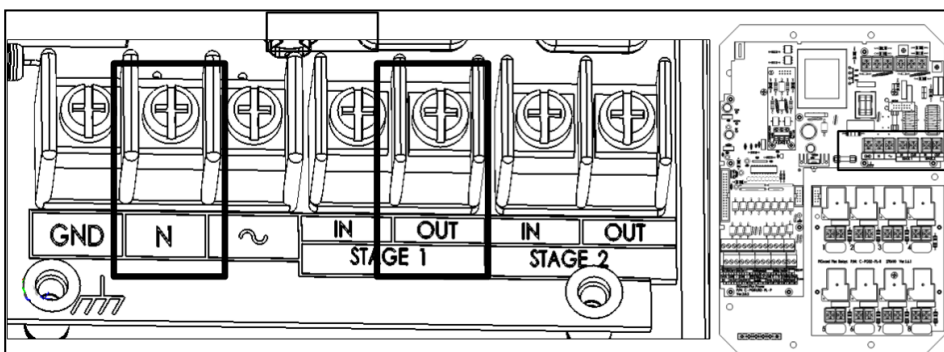

图 4: 可控硅1电源
5. 用万用表，将伏特表（或万用表）表针放在~（火线）和N（零线）上（图4），